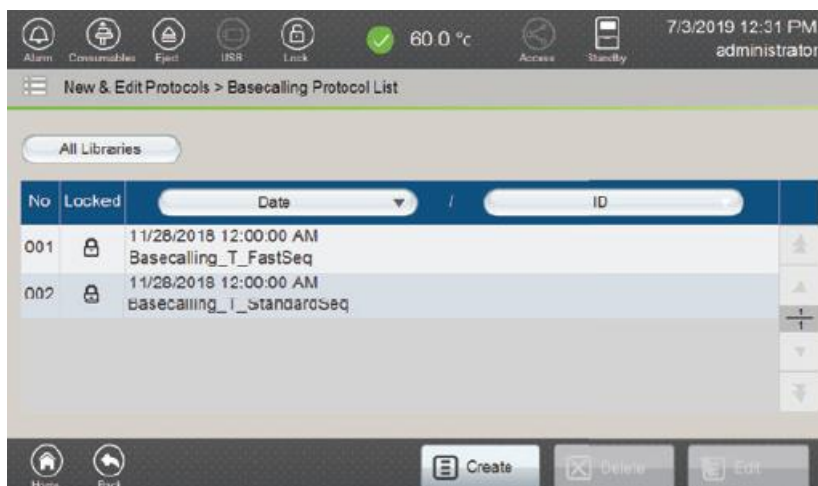

図 120 Basecalling Protocol List 画面
1. New & Edit Protocols 画面（図 117）の **Basecalling Protocol** を選択し、Basecalling Protocol List 画面（図 120）を開いてください。